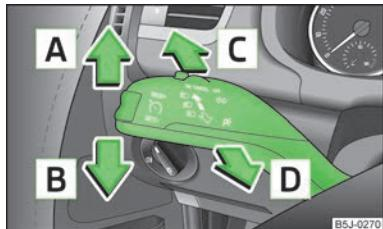

Fig. 26
- ▶ Presionar la palanca de intermitentes »fig. 26 de la página 42 hacia arriba o hacia abajo; se conectarán la luz de posición en el lado derecho o izquierdo del vehículo.
- Presionar la palanca » fig. 26 hacia arriba o hacia abajo .
- Empujar la palanca » fig. 26 hacia delante en la dirección de la flecha .
- Tirar de la palanca » fig. 26 hacia el volante (posición de suspensión elástica) en la dirección de la flecha - se encienden la luz de carretera y el testigo de control en el cuadro de instrumentos.